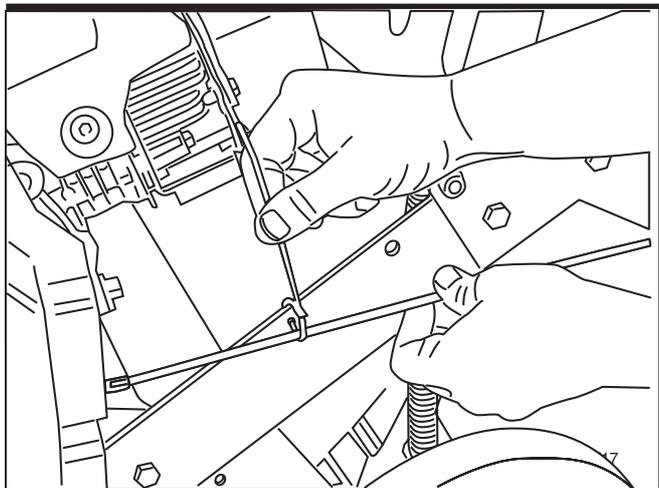

FIGURA 10
22. Fissare il cavo all'impugnatura. Vedere Figura 10.